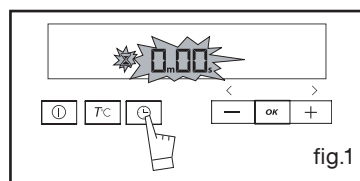

fig.1
- Druk 3 keer op de toets  (fig.1).
Als de oven uit staat, druk op de toets **OK** gedurende enkele seconden, er verschijnt dan een "sleutel" in het scherm -> de toegang tot de bediening van uw oven is geblokkeerd (fig.1).